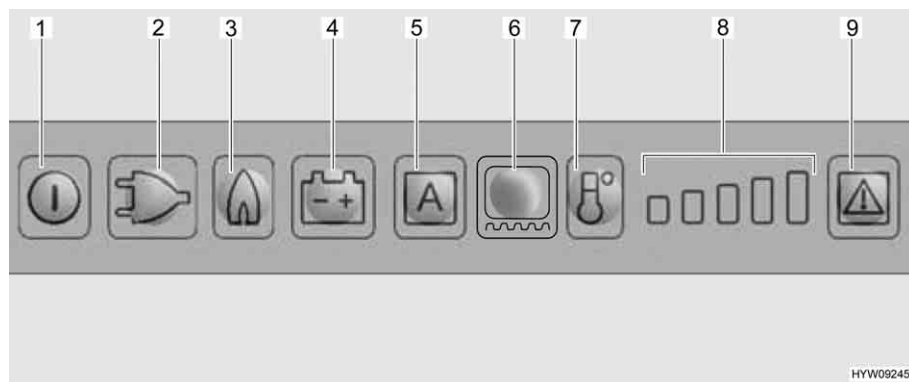

Bild 229 Kylskåp Dometic med lysdiod-reglage
När gasdriften väljs öppnas tändsäkringen automatiskt så att gas kan strömma till brännaren. Samtidigt tillkopplas den elektroniska tändaren. Om gaslågan skulle slockna, t. ex. på grund av att det blåser, aktiveras tändaren direkt igen och tänder gasen. Vid störningar i gasdrift blinkar ljusknapparna Gas (Bild 229,3) och Störning (Bild 229,9) och en akustisk signal ljuder i 20 sekunder.
- Slå på:** ■ Tryck på på/av-knappen (Bild 229,1) i cirka 2 sekunder. Kylskåpet slår på sig, det senast inställda driftläget indikeras.
- Välj driftläge:** ■ Tryck in de belysta knapparna för önskat driftläge (Bild 229,2 - 4) eller för det automatiska läget "AES" (Bild 229,5) (endast för AES utförande).
- Ställa in kyltemperaturen:** ■ Ställ in kyltemperaturen med knappen kylnivåer (Bild 229,7). Kylnivåindikatorn (Bild 229,8) visar den valda termostatinställningen.
- Slå från:** ■ Tryck på på/av-knappen (Bild 229,1) i cirka 2 sekunder.
När kylskåpet sätts på väljs automatiskt en termostatinställning i mittläge. Denna inställning kan ändras manuellt med knappen temperaturnivåval (Bild 229,7). Det tar alltid några timmar innan man har en normal drifttemperatur i kylskåpet. Vid omkopplingen till ett annat driftläge, bibehålls termostatinställningen.
- Ställa in driftstiden:** ■ Koppla in ramvärmnen under 2 timmar: Tryck på ljusknappen ramvärme (Bild 229,6) en gång. En stapel i kylnivåindikatorerna (Bild 229,8) tänds.
■ Koppla in ramvärmnen under 5 timmar: Tryck på ljusknappen ramvärme (Bild 229,6) två gånger. Två staplar i kylnivåindikatorerna (Bild 229,8) tänds.
■ Ställa in ramvärmnen på kontinuerlig drift: Tryck på ljusknappen ramvärme (Bild 229,6) tre gånger. Två staplar i kylnivåindikatorerna (Bild 229,8) tänds.
Kylnivåindikatorn (Bild 229,8) visar under några sekunder ramvärmnens driftslängd.
Vid en störning blinkar den belysta knappen Störning (Bild 229,9). Dessutom blinkar antingen en belyst knapp Driftläge eller kylnivåvisningen. Dessutom ljuder en akustisk varningssignal. För råd beträffande felindikering och felavhjälpning, se kapitel 14.
- ▷ Tryck, efter åtgärdande av ett fel på gasdriften, in den belysta knappen (Bild 229,9).